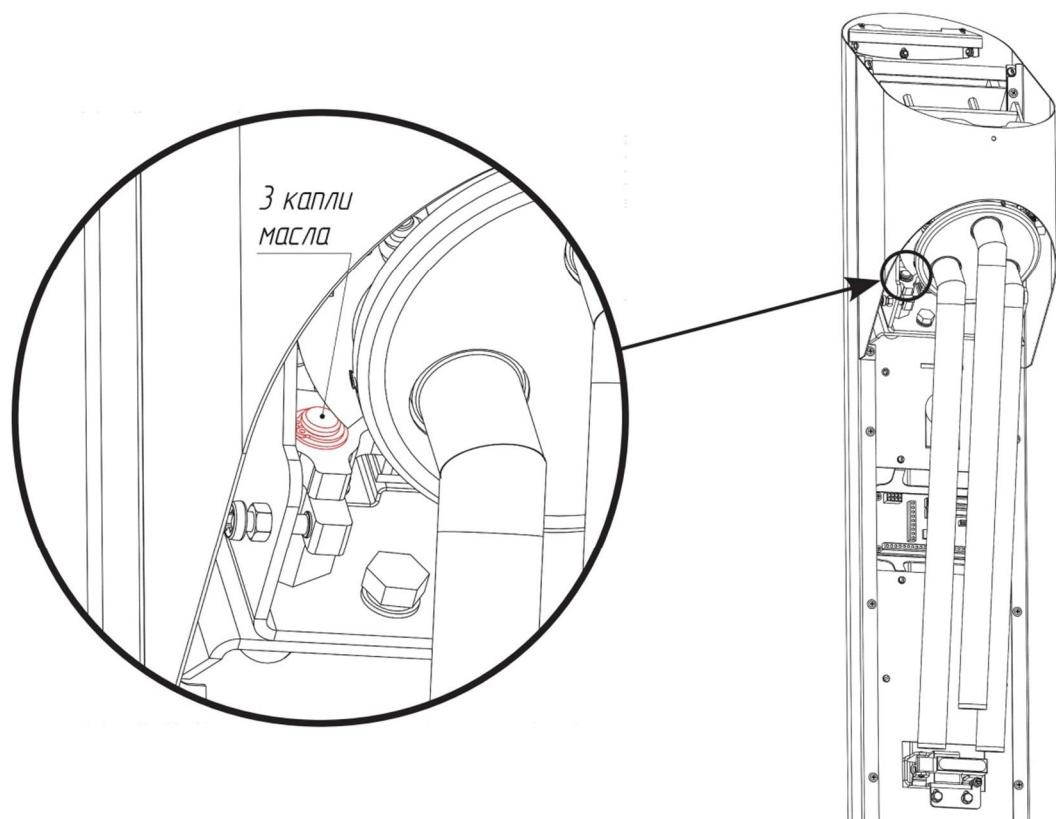

Рис. 12
5.1. Ось вращения блока стопора (Рис. 12).